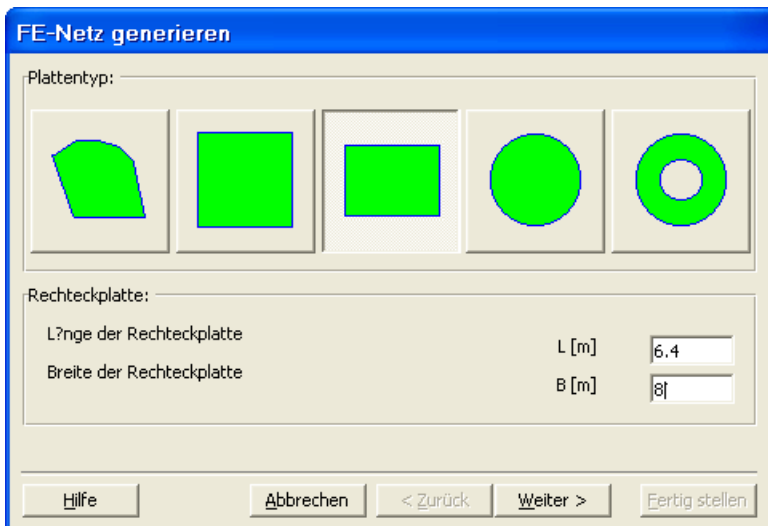

Bild 11-9 Auswahl von Netzschablonen
- Wählen Sie "FE-Netzdaten" aus dem "Daten"-Menü des *ELPLA-Daten*-Fensters. Eine Auswahl von Schablonen verschiedener Netzformen erscheint (Bild 11-9). Diese Netzschablonen werden verwendet, um die Standardnetze zu generieren, die konstante Größe in x - und y -Richtung haben. Im gegebenen Problem hat die Platte einen rechteckigen Grundriss